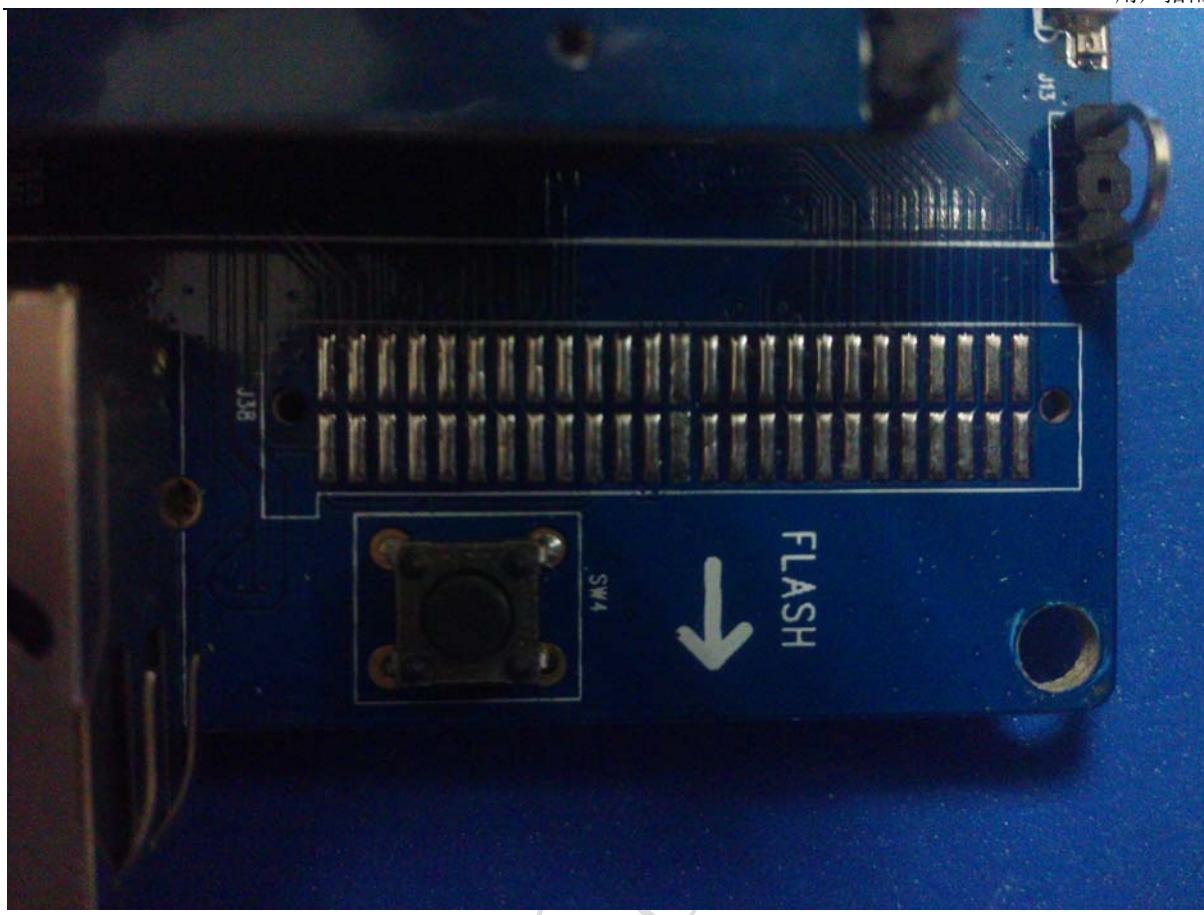

图 16 SDK开发板Memory扩展座
2. 预留Memory扩展座(J38) (图16)，可以外扩eMMC/Nand Flash存储小板。